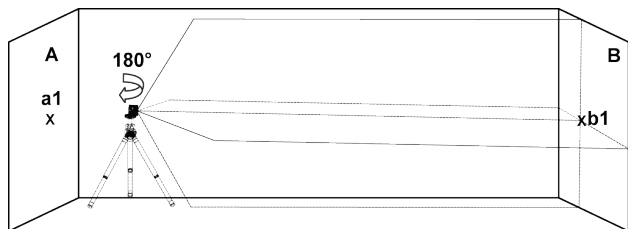

Figura 2
- 5) Rotiți nivela laser la  $180^\circ$  către peretele B și marcați pe perete centrul liniilor încrucișate cu **b1** (vezi Figura 2).